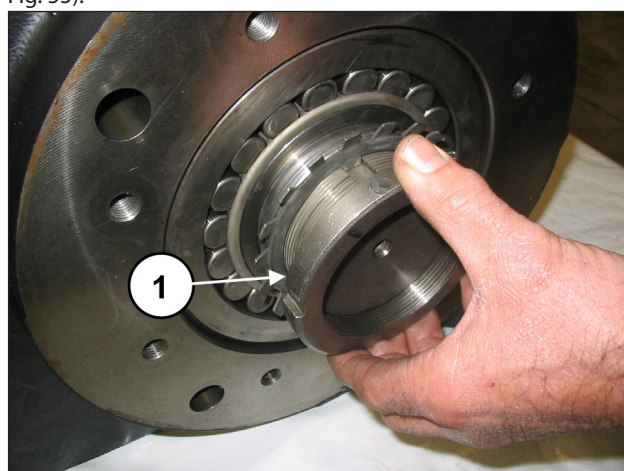
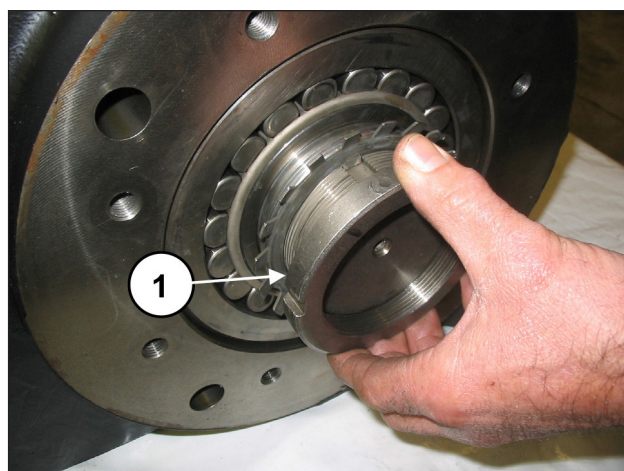
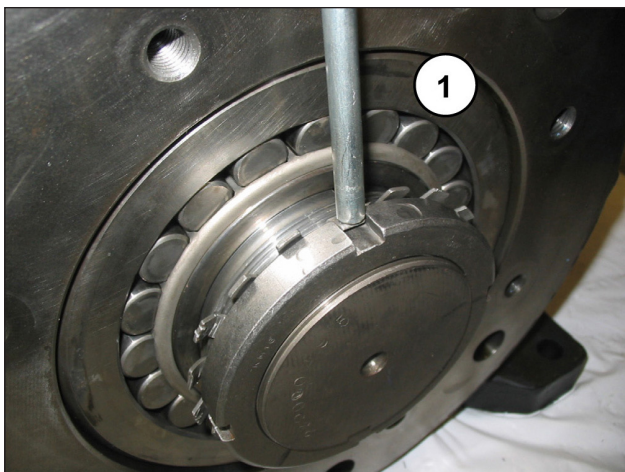

Fig. 53
Fig. 54
Fig. 55
Svitare la ghiera, inserire la rosetta di sicurezza (pos. ①, Fig. 53) e riavvitare a fondo la ghiera (pos. ①, Fig. 54), dopodiché piegare la linguetta di bloccaggio della rosetta (pos. ①, Fig. 55).